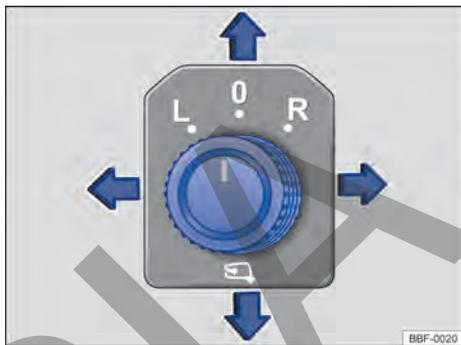

Fig. 81 En la puerta del conductor: mando giratorio de ajuste de los espejos retrovisores externos eléctricos.
- Girar la perilla en la puerta del conductor hasta el símbolo deseado → fig. 81.